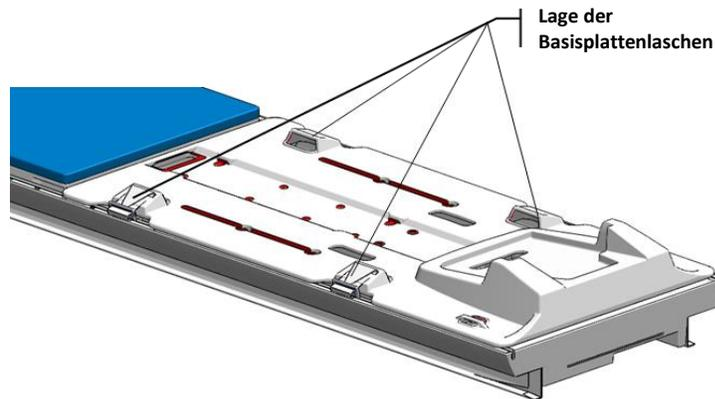

Abbildung 21: Platzierung der Basisplattenlaschen
2. Befestigen Sie vier Basisplattenlaschen (Abbildung 21).